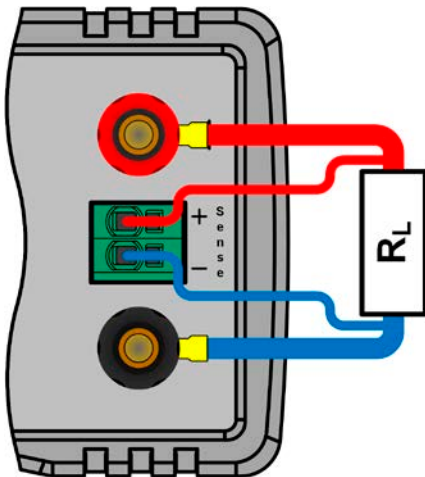

Рисунок 6 - Пример соединения удалённой компенсации
- Удалённая компенсация напряжения эффективна только при режиме постоянного напряжения (CV) и для других режимов работы, вход sense должен быть отключен по возможности, тогда как его подключение ведёт к увеличению колебаний.
- Кабели Sense должны быть подключены + к + и - к - на нагрузке, в противном случае, вход Sense устройства будет повреждён. Смотрите Рисунок 6 ниже.